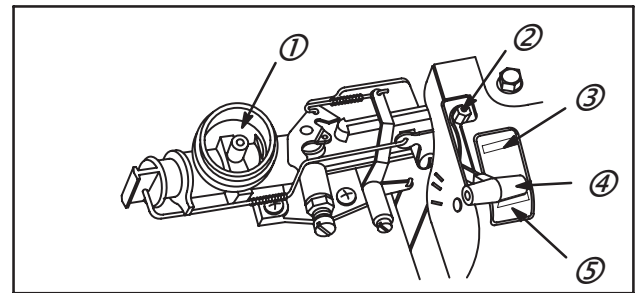

Fig. 59
Placer le levier (4) de starter en position (5). Si le starter (1) n'est pas complètement fermé, ajuster l'écrou Nylstop (2) à l'aide d'une clé jusqu'à ce que le volet commence juste à se fermer. Position d'arrêt du levier (3), Fig. 59.